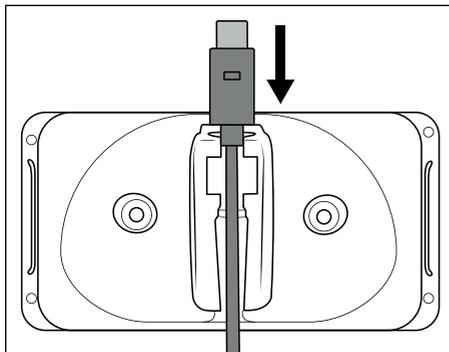
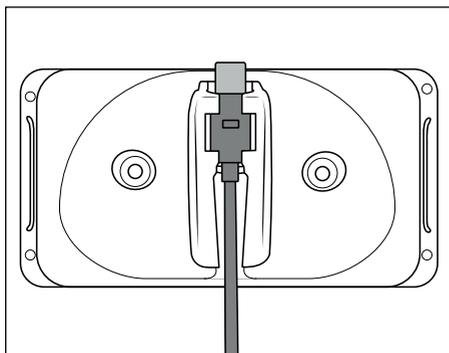

Fig. 1
Fig. 2
- 1) Inserire il connettore USB tipo C ⑤ del cavo di carica USB ④ nel supporto a parete ③ (vedere fig. 1). Spingere il connettore USB tipo C ⑤ verso il basso finché non s'innesta nel supporto a parete ③ (vedere fig. 2).